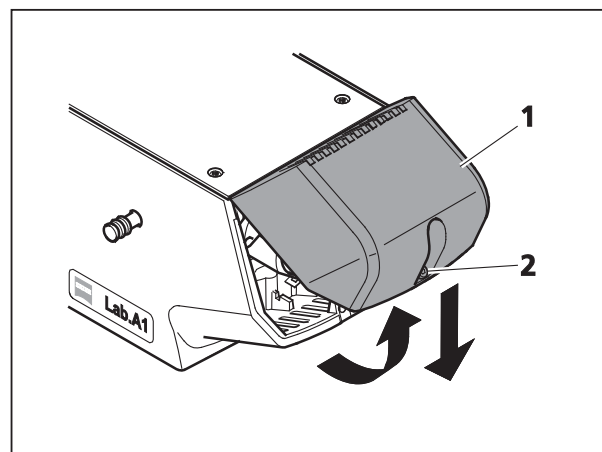

Fig. 3-23 Dépose du cache
- Dévissez la vis (Fig. 3-23/2) sur le cache.
- Basculez le cache (Fig. 3-23/1) légèrement vers le haut puis effectuez une légère pression de haut en bas pour le déposer.
- Approchez le cache (Fig. 3-23/1) du statif en le tenant légèrement incliné pour l'engager dans les éléments de fixation supérieurs, puis abaissez-le et appuyez dessus. Resserrez la vis (Fig. 3-23/2).